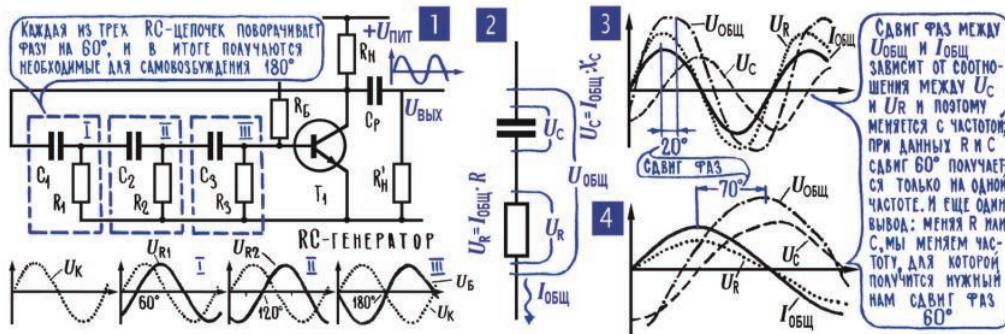

Рис. 11.3. RC-генератор
В генераторе с трансформаторной обратной связью поворот фазы на  $180^\circ$  получают определенным расположением и включением катушек, в трехточечных схемах – определенным подключением транзистора к контуру (эмиттер – в центре, коллектор и база – по краям). И есть еще одна возможность выполнить условие фаз: при передаче сигнала с коллектора на базу можно повернуть фазу сигнала на  $180^\circ$  с помощью нескольких последовательно соединенных RC-цепочек. Генератор, в котором используется такой способ поворота фазы, так и называется: RC-генератором, одна из возможных его упрощенных схем приведена на рис. 11.3; 1. По-видимому, первое, что в этой схеме бросается в глаза, – так это отсутствие колебательного контура. Но как же без контура? Где же тогда возникают первые слабые, затухающие колебания, которые потом поддерживает обратная связь, делая их незатухающими? И какие элементы в таком бесконтурном
В заключение несколько слов о том, почему RC-цепочки поворачивают фазу точно на  $180^\circ$ . Ток через резистор  $R$  и напряжение на нем  $U_R$  совпадают по фазе, ток через конденсатор  $C$  и напряжение  $U_c$  на нем сдвинуты по фазе на  $90^\circ$  (рис. 11.3; 2, 3, гл. 6; 9, 13). Во всех элементах последовательной цепи ток один и тот же –  $I_{\text{общ}}$ , а общее напряжение  $U_{\text{общ}}$  равно сумме напряжений  $U_R$  и  $U_c$  на отдельных участках.
Ну а сдвиг фаз? Одно напряжение совпадает по фазе с током, второе опережает ток на  $90^\circ$ , так как же соотносятся фазы тока и общего напряжения  $U_{\text{общ}}$ ? Чем больше  $x_C$  какой-либо RC-цепочки, тем больше напряжение  $U_c$  на конденсаторе и тем ближе к  $90^\circ$  сдвиг фаз между током  $I_{\text{общ}}$  и общим напряжением  $U_{\text{общ}}$ . А чем больше  $R$ , тем более «активный характер» имеет сопротивление всей цепи, тем меньше сдвиг фаз между  $I_{\text{общ}}$  и  $U_{\text{общ}}$ . Существует частота, на которой при данном соотношении  $C$  и  $R$  сдвиг фаз между  $I_{\text{общ}}$  и  $U_{\text{общ}}$  равен  $60^\circ$ , и три такие цепочки поворачивают фазу в сумме на  $180^\circ$  (рис. 11.3; 3). Если изменить  $R$  или  $C$  в фазовращающих RC-цепочках, то сразу же изменится соотношение между  $R$  и  $x_C$ . И прежнее соотношение между  $I_{\text{общ}}$  и  $U_{\text{общ}}$ , а значит, и прежний сдвиг фаз в  $60^\circ$  будут уже на другой частоте. А отсюда вывод: при изменении  $R$  или  $C$  изменится частота переменного напряжения на выходе генератора. Существуют и другие схемы генераторов с фазовращающими RC-цепочками, но механизм генерирования переменного напряжения у всех у них одинаков.
**Примечание редактора.** Схема генератора с трезхзвенной RC-цепочкой, приведенная на рис. 11.3; 1, крайне редко употребляется на практике. Во-первых, это обусловлено сложностью расчета такой схемы – в RC-цепочке каждое следующее звено будет служить нагрузкой предыдущего, а база транзистора – нагрузкой всей цепочки, что делает расчеты весьма приблизительными. Во-вторых, в этой схеме необходимо введение эмиттерного резистора (рис. 10.11; 2) для уменьшения шунтирования цепочки входным сопротивлением транзисторного каскада; при этом должен сохраняться высокий коэффициент усиления напряжения (не менее 30), следовательно, для сохранения режима по постоянному току – повышенное напряжение питания (см. гл. 10; 21, 22). То есть практические трудности нарастают на каждом этапе. Для построения надежных синусоидальных генераторов на основе транзистора (или операционного усилителя) проще и удобнее применять схему с мостом Вина–Робинсона (см. Практикум в конце этой главы). Подробности можно посмотреть в учебниках [2, 3].